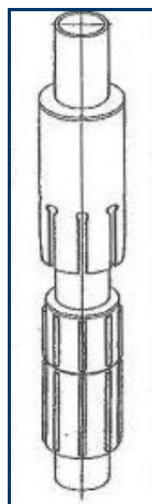

Abb. 2
3. Das erste Rohr an der Hebekappe hängend mit dem Übergangsadapter von Hand fest verschrauben. Darauf achten, dass die äußeren Rippen des Zapfens und der Muffe fluchten (s. Abb. 2) und die Sicherungskappe über den Zapfen und die Muffe schieben. Darauf achten, dass die Schnapper über den Muffenrand fassen.